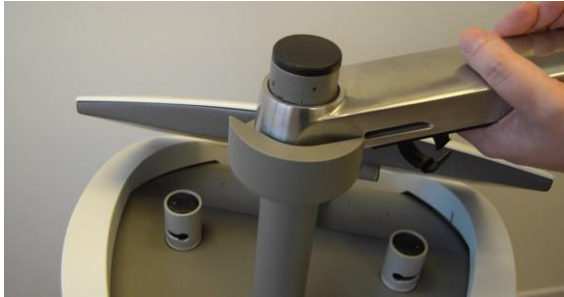

Figura 3-6. Inserción del brazo articulado sobre su eje de rotación
2. Inserte la base del brazo articulado sobre su eje de rotación, como se muestra en la Figura 3-6.